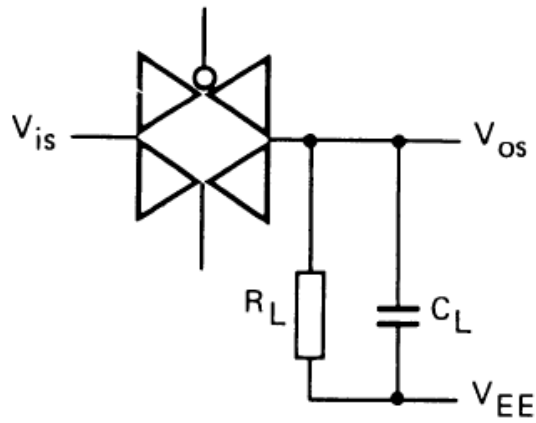

图 4
- $R_L=10K\Omega$ ;  $C_L=15pF$ ; 通道开;  $V_{IS}=V_{DD(P-P)}/2$  (正弦波, 在  $V_{DD}/2$  处对称),  $f_{IS}=1KHz$ ; 如图 4 所示
- $R_L=1K\Omega$ ;  $C_L=5pF$ ; 通道关;  $V_{IS}=V_{DD(P-P)}/2$  (正弦波, 在  $V_{DD}/2$  处对称);  $20lg(V_{OS}/V_{IS})=-50dB$ ; 如图 4 所示
- $R_L=1K\Omega$ ;  $C_L=5pF$ ; 通道开;  $V_{IS}=V_{DD(P-P)}/2$  (正弦波, 在  $V_{DD}/2$  处对称);  $20lg(V_{OS}/V_{IS})=-3dB$ ; 如图 4 所示